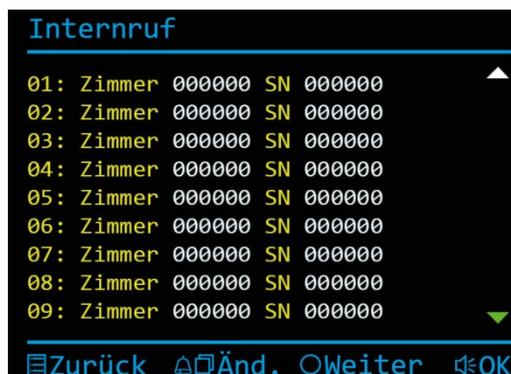

Abb. 15: Internrufe
- ▶ Tragen Sie ein Rufziel (z. B. Zimmernummer, Hausmeister oder Notrufzentrale) und die dazugehörige Seriennummer der Innenstation ein (Abb. 15).